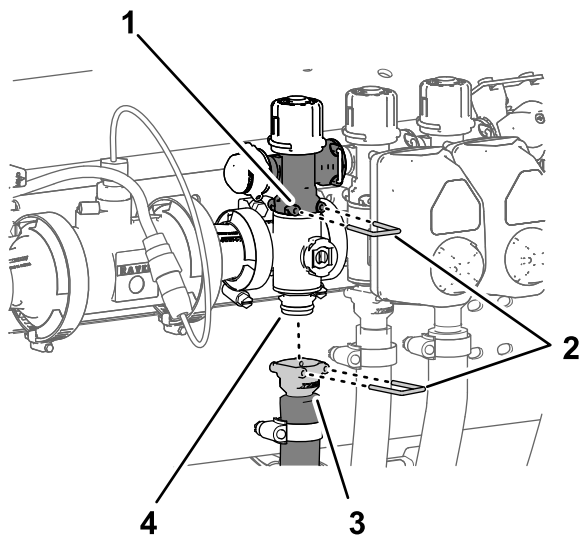

Рисунок 125
- Снимите штифт быстроразъемного соединения, который крепит быстроразъемный соединитель перепускного клапана секции к коллекторному клапану секции (Рисунок 125).
- Снимите штифт быстроразъемного соединения, который крепит быстроразъемный соединитель шланга подачи секции к коллектору быстроразъемного штуцера на коллекторном клапане секции (Рисунок 125).